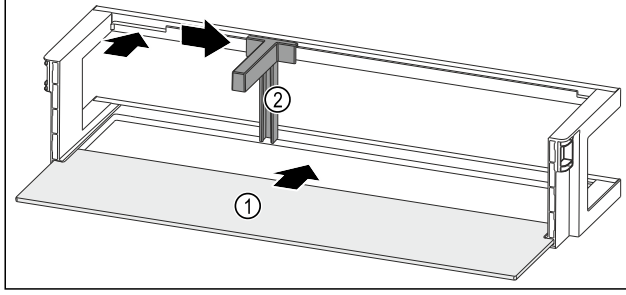

Fig. 89 Raf alanlı kapı rafı
- Raf alanını Fig. 89 (1) yandaki girintinin içine itin.
- Şişe yerlerini Fig. 89 (2) çıkıntıya yerleştirin.
- Şişe yerlerini Fig. 89 (2) istediğiniz konumda yana itin.